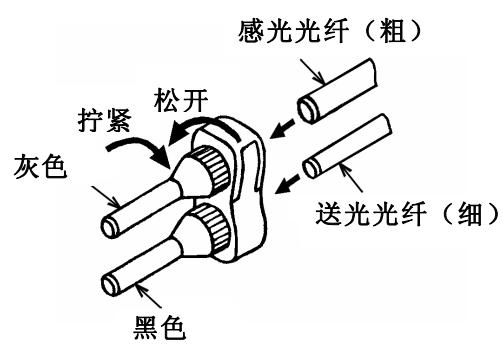

Fig. 4.7
- 请将送光光纤（细线径）插入光纤配件前端部位的黑色端，感光光纤（粗线径）插入前端部位的灰色端。[Fig.4.7]